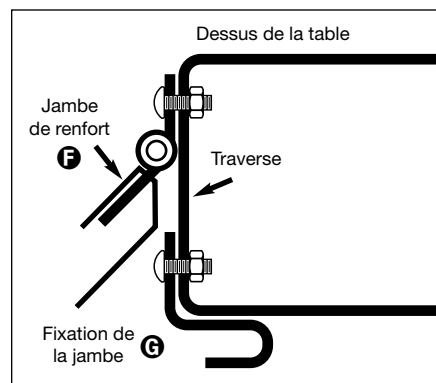
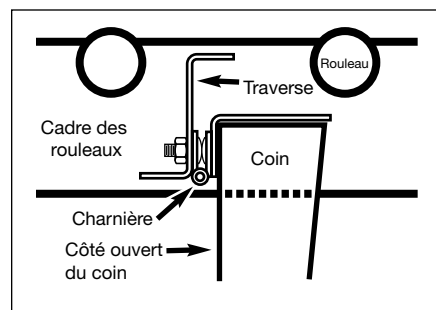

Figure 2
Figure 3
4. Placer le cadre des rouleaux **A/B** à l'envers sur une surface de niveau et monter les fixations de la jambe **G**. Les fixations se montent dans les trous supérieurs des traverses centrales lorsque le cadre est orienté comme dans l'illustration (voir la figure 2). Cette procédure placera les fixations à la base du cadre lorsque le dispositif sera remis en sur ses pieds. Utiliser deux (2) boulons à tête ronde de 10-24 x 1/2 po et deux (2) écrous à rondelle dentée de 10-24.
5. Fixer la charnière à plaque pivotante de la jambe **K** sur le coin de la jambe intérieure **C**. L'orienter pour que lorsque la jambe est en position redressée (comme elle doit l'être lors de l'utilisation de l'appareil), la moitié pivotante de la charnière pende vers le bas. Le côté plat de la charnière doit être du côté du coin. Le côté goupille de la charnière doit être orienté vers l'extérieur, du côté opposé au coin. Fixer avec quatre (4) boulons à tête ronde de 10-24 x 1/2 po et quatre (4) écrous à rondelle dentée de 10-24. Insérer d'abord les boulons dans la charnière.
6. Plier en deux le renfort de jambe et déposer l'ensemble de la jambe sur le cadre des rouleaux. L'orienter pour que la moitié pivotante de la charnière pende vers le bas, dans l'alignement des trous de la traverse du cadre des rouleaux. Fixer la charnière au cadre des rouleaux avec quatre (4) boulons à tête ronde de 10-24 x 1/2 po et quatre (4) écrous à rondelle dentée de 10-24. Figure 3 et Figure 4.
7. Incliner l'appareil sur le côté et déployer les jambes jusqu'à leur position verticale. Fixer les extrémités non fixées des jambes de renfort à la traverse du cadre des rouleaux. **NE PAS TENTER DE LES FIXER AU CADRE LORSQUE CELUI-CI EST À L'ENVERS!** La jambe pourrait se rabattre violemment en position fermée et provoquer une blessure. Fixer avec quatre (2) boulons à tête ronde de 10-24 x 1/2 po et quatre (2) écrous à rondelle dentée de 10-24. Figure 2.
8. Installer les quatre (4) patins réglables **L** dans les bossages filetés des jambes.